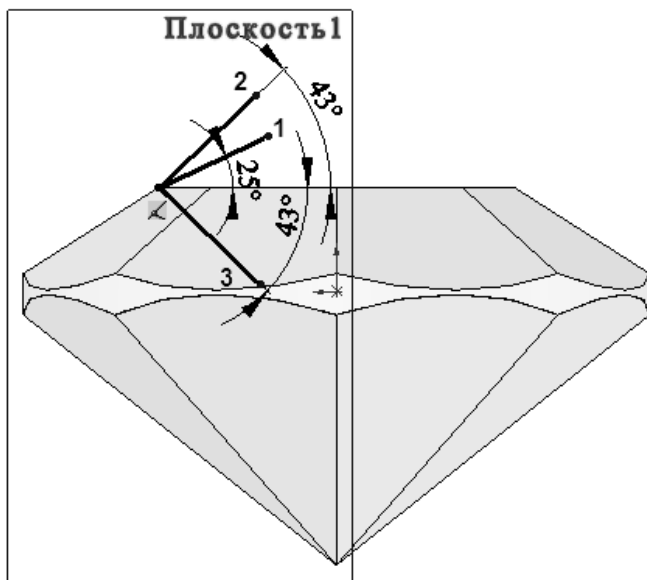

Рис. 3.3
2. Выполняем на этой плоскости эскиз по рис. 3.3 с обязательной привязкой к вершине грани.